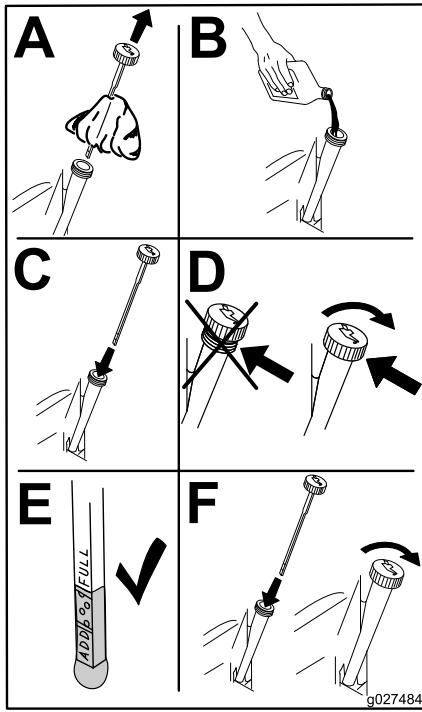

Bild 39
6. Gießen Sie langsam ungefähr 80 % der angegebenen Ölsorte in den Einfüllstutzen und füllen Sie dann vorsichtig mehr Öl ein, um den Ölstand an die **Voll**-Markierung zu bringen (Bild 39).